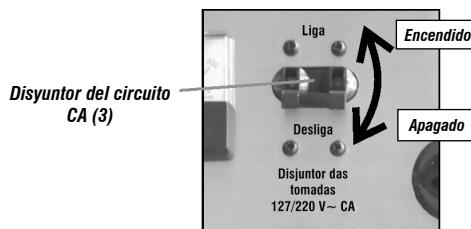

Fig. 16 – Disyuntor circuito AC
Si hay sobrecarga de corriente eléctrica, el disyuntor actuará automáticamente, asumiendo la posición apagado (OFF). Cuando esta situación ocurra, primero verifique la causa de la sobrecarga, resuélvala y sólo entonces accione el disyuntor para la posición enciende (ON) (fig. 16).